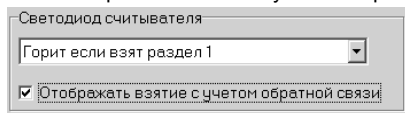

Рисунок 5
- Индикация режима отображения взятия с учетом обратной связи. Для включения такого режима индикации светодиода считывателя необходимо поставить галочку в разделе «Светодиод считывателя» в строке «Отображать взятие с учетом обратной связи» (рисунок 5).